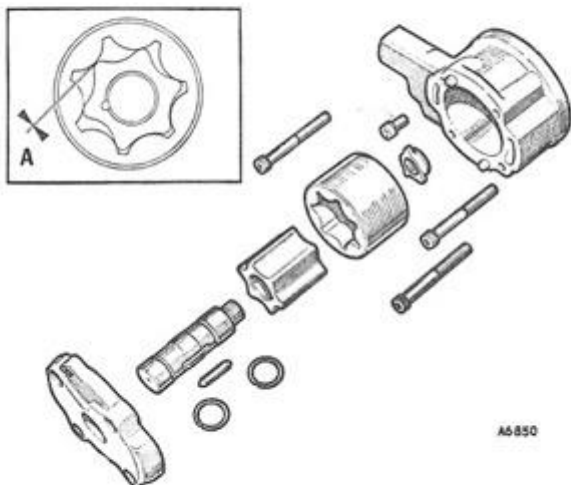

Fig. Aa.20
- 7) Med rotorerne i pumpehuset måles spillerummet mellem rotorfligene, når de er i den på fig. Aa.20 viste stilling. Overstiger spillerummet 0,006" (0,152 mm), skal rotorerne fornys.